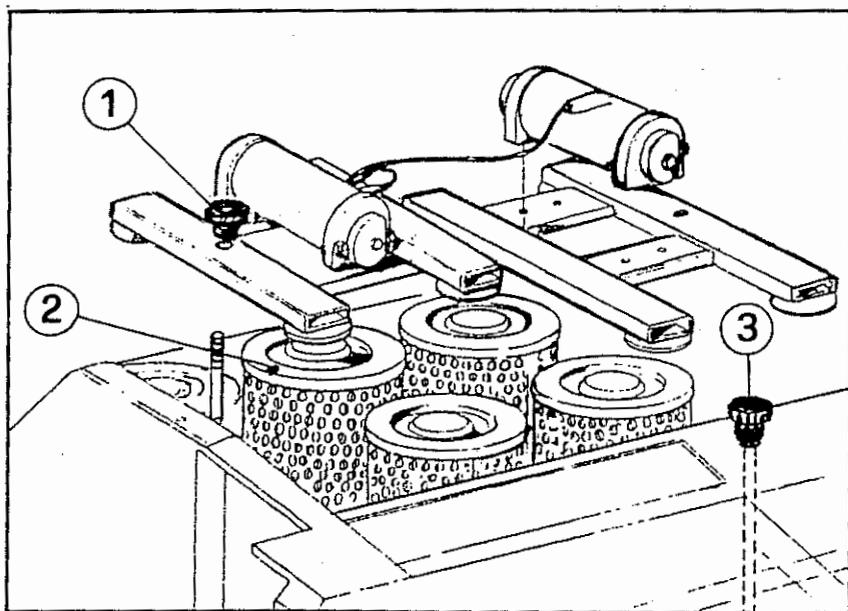

FIG. 16 - Filtri polvere
1. Chiudere l'aspirazione ventola tirando il pomello 3 (fig.16).
2. Svitare i dadi pomello 1 (fig.16)